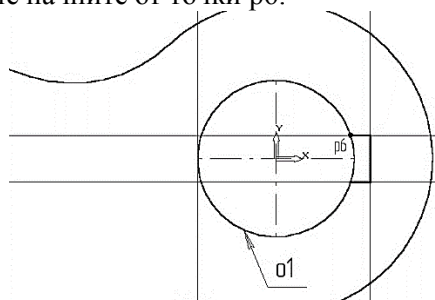

Рис. 11
26. С помощью команды **Непрерывный ввод** объектов на странице Геометрия Инструментальной панели постройте ломаную линию из трех отрезков, как это показано на рис. 11. Построение начните от точки p6.